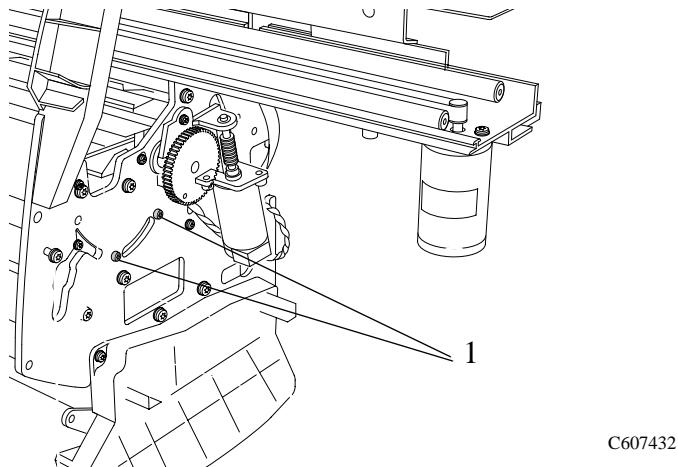

図 79 : センタ ガイド右側のネジ
- 4 センタ ガイドの右側を固定している右のサイド プレートから、2本のT-15のネジを取り外します(図79参照)。